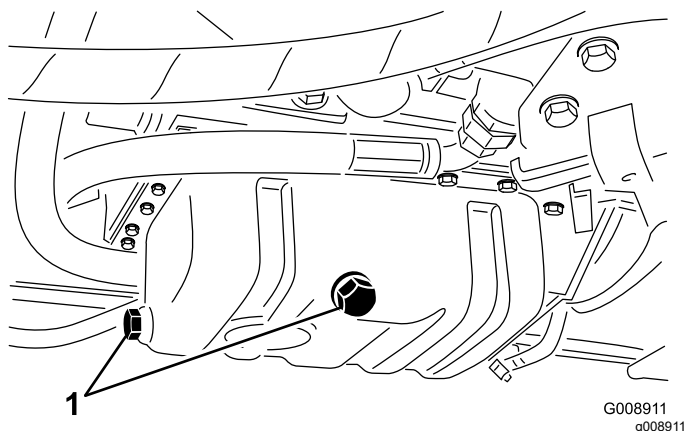

Рисунок 47
1. Снимите любую пробку сливного отверстия (**Рисунок 47**) и дайте маслу стечь в сливной поддон. Когда масло перестанет течь, поставьте пробку сливного отверстия на место.